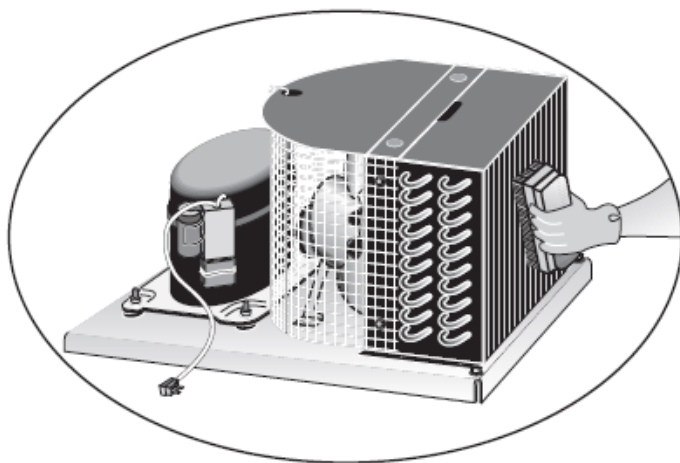

Figure 2. Avec une brosse à poils raides, nettoyer soigneusement les débris accumulés sur les ailettes du serpentin de condenseur avant.
3. Avec une brosse à poils raides, nettoyer soigneusement les débris accumulés sur les ailettes du serpentin de condenseur avant. Voir fig. 2.